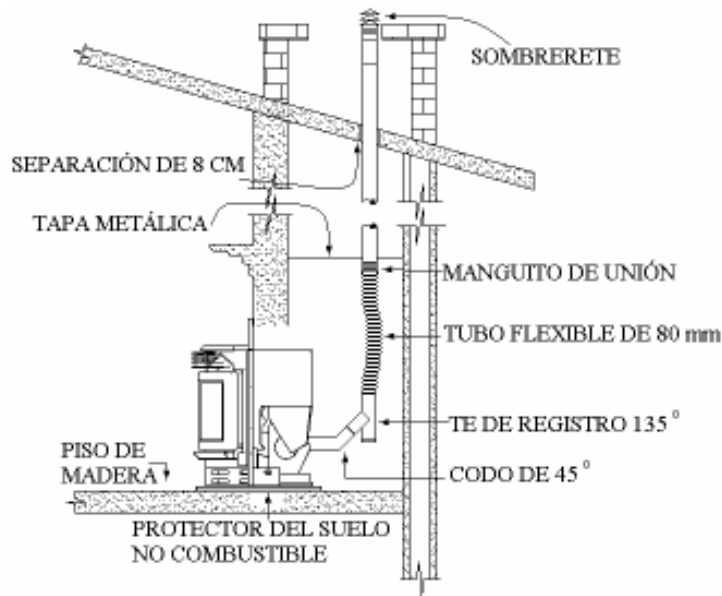

Figura 6
4.34. Instalar la estufa según la figura 6, teniendo especial cuidado en colocar una tapa metálica y tubo de acero inoxidable de salida de gases.